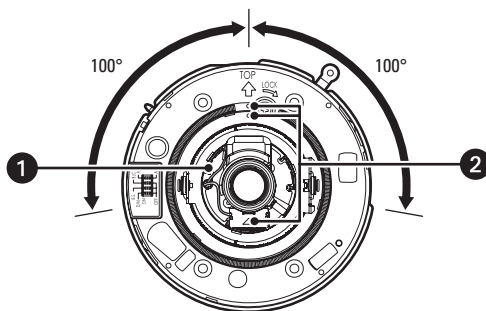

图 13. 调整图像倾斜角度 (以彩色模式为例)
① 俯仰锁定螺钉
5. 通过旋转图像倾斜调整环调整图像倾斜。(范围: $\pm 100^\circ$) (请参见图 13)